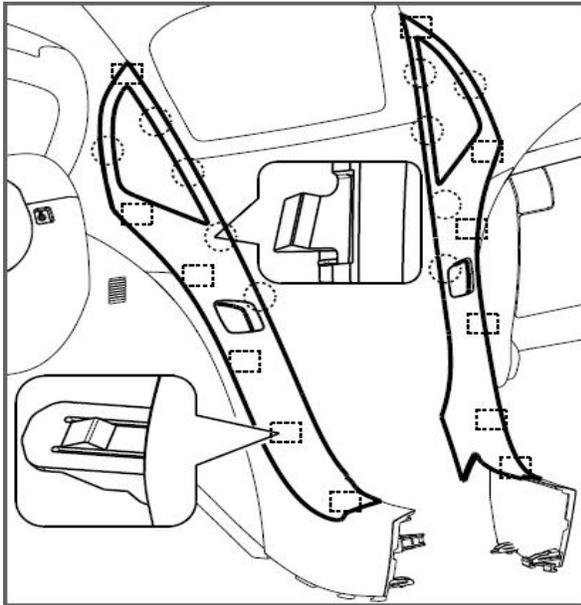

图 1.5.15 中左、中右风口总成 (1)
- (1) 先拨开风口总成尾端的卡脚,尾端的卡脚需从中控护板内测绕过中控护板旋转到中控护板外侧;
- (2) 沿上图中箭头方向从下往上拨开各卡扣卡脚,如上图 1.5.15 所示。用手抓住风口总成小心拔起,不要把卡扣卡脚弄断;
- (3) 拔掉线束接插件,再将中风口总成完全取出即可。